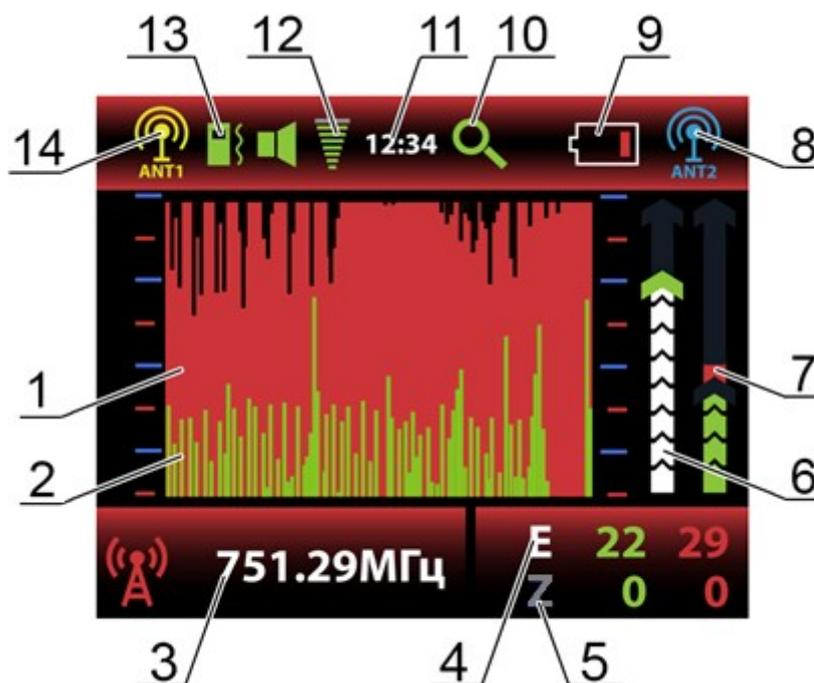

Рис. 8 – Вид экрана в режиме «Поиск»
Режим «Поиск» – основной режим работы изделия, предназначенный для обследования помещения на предмет наличия радиопередающих устройств. Основные элементы графического интерфейса, используемые в режиме поиска, показаны на Рис.8.
Изделие обеспечивает индикацию частоты стабильного во времени сигнала, а также идентификацию и отображение наиболее распространенных стандартов цифровой передачи данных, таких как GSM, DECT, BLUETOOTH, WLAN и 3G/4G (поз.3 Рис.8).
В процессе поиска необходимо подстраивать чувствительность изделия (шкала поз.6 на Рис.8) и (при необходимости) порог срабатывания виброиндикации (шкала поз.7 на Рис.8). Для выбора настраиваемой шкалы используются кнопки  и  (для перехода необходимо нажать кнопку и удерживать).
В изделии предусмотрена автоматическая подстройка чувствительности – для этого необходимо в режиме поиска нажать и удерживать в течение 2 секунд кнопку . Автоматическая подстройка производится по уровню усредненного сигнала (график поз.2 Рис.8).
*Регулировка порога срабатывания виброиндикации производится относительно текущего уровня усредненного значения сигнала, отображаемого в реальном времени на шкале (поз.7 Рис.8), в полном динамическом диапазоне изделия, без привязки к выбранному уровню чувствительности. Эту шкалу можно использовать и для общей оценки радиообстановки в текущий момент времени.*
По умолчанию графики поз.1 и 2 Рис.8 отображают изменение радиообстановки за последние 7,5 секунд. Этот интервал времени при необходимости можно увеличить или уменьшить. Доступные значения: 2,5с; 4,5с; 7,5с; 12с и 22с. Регулировка развертки производится кратковременным нажатием кнопок  и . После переключения текущее значение развертки на короткое время выводится в левом нижнем углу экрана.
В изделии предусмотрена функция вычитания фона. При нажатии на кнопку  изделие запоминает текущий уровень радиосигнала (поз.5 Рис.8) и в дальнейшем отображает пиковые и усредненные значения (поз.1,2,4 Рис.8) мощности радиосигнала относительно запомненного уровня. Запомненный нулевой уровень будет отображен в области Z числовых значений (поз.5 Рис.8). Для отключения функции вычитания фона необходимо повторно нажать кнопку .